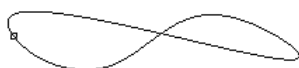

图 3.2.21 闭合的
- ◆ 选取  **Closed End** 选项，则此时的样条如图 3.2.21 所示。